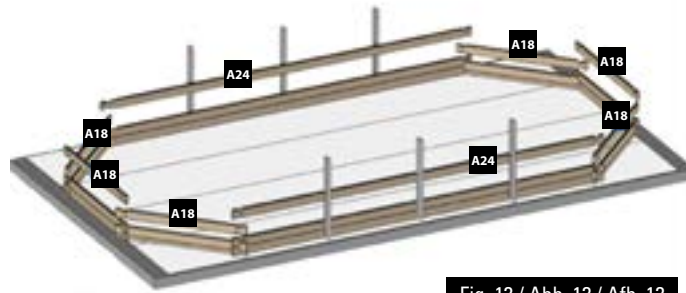

Fig. 13 / Abb. 13 / Afb. 13
- EN 3rd LAYER OF BOARDS:** Install the third layer of boards as shown in figure 13. The position of the refilling fitting with the key and the skimmer should be defined at the start of the assembly (read the specific paragraphs).
- FR 3ÈME RANGÉE MADRIERS :** Positionnez les madriers de la 3ème rangée conformément à la figure 13. Vous devez avoir déterminé l’emplacement de la buse de refoulement et du skimmer dès le début du montage (voir paragraphes spécifiques).
- DE 3. BRETTERREIHE:** Platzieren Sie die Bretter der dritten Reihe laut Abb. 13. Zu Beginn der Montage müssen Sie die Lage des Druckventils und des Skimmers festlegen (lesen Sie hierzu die entsprechenden Abschnitte).
- NL 3ª RIJ PLANKEN:** Plaats de planken van de derde rij zoals te zien is op afbeelding 13. U moet al bij aanvang van de montage bepalen op welke plaats het uitstroombmondstuk en de skimmer moet komen (less de betreffende paragrafen).